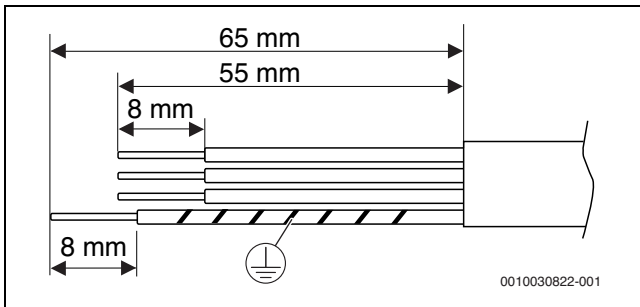

Bild 27 Anslutningskabel
- Använd en kopparkabel som anslutningskabel (tvärsnittsarea 1,5 mm2) se bild 27.